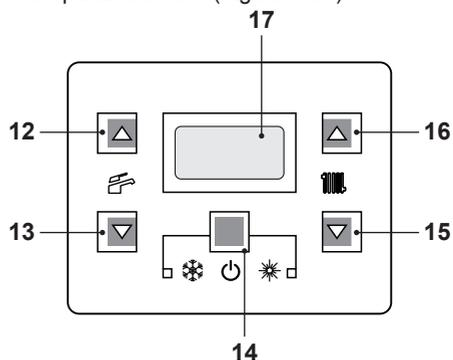
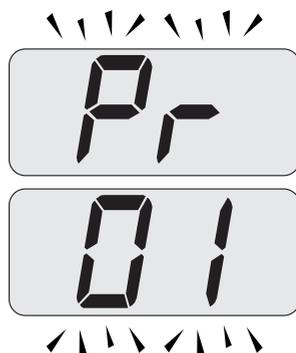

Figura 5.29
Figura 5.30
- Entrare in "modalità programmazione" premendo contemporaneamente per 10 secondi i tasti 14 - 15 - 16 (Figura 5.29) fino a far apparire sul display LCD le lettere **Pr** che si alternano con il codice **01**, indicanti l'entrata nel "parametro 01" (Figura 5.30).
- Premere contemporaneamente i tasti 14 e 16 (Figura 5.29) fino a far apparire sul display LCD il valore del parametro 15 (Figura 5.32).
- Premendo il tasto 14 (Figura 5.29) si ottiene la conferma del valore inserito.
- Premendo contemporaneamente i tasti 14 e 15 (Figura 5.29) si esce senza modificare il valore (ritorno alla lista parametri Figura 5.31)
- Premendo contemporaneamente per 10 secondi i tasti 14 - 15 - 16 (Figura 5.29) si esce dalla "modalità programmazione".
Comunque se la temperatura ambiente non dovesse essere confortevole si può aumentare o diminuire la temperatura di mandata dell'impianto riscaldamento di $\pm 15^\circ\text{C}$ agendo sui tasti 15 (diminuzione) e 16 (aumento) (Figura 5.29).